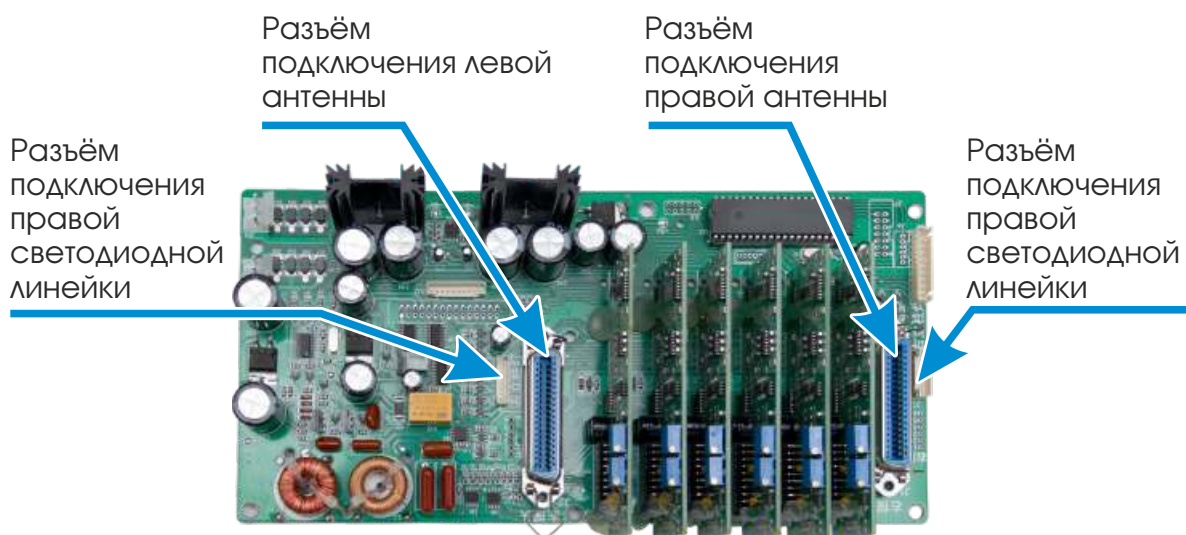

Рисунок 4. Материнская плата.
3. Подсоедините кабели, выходящие из левой и правой антенн к соответствующим разъёмам на материнской плате (см. рис. 4).